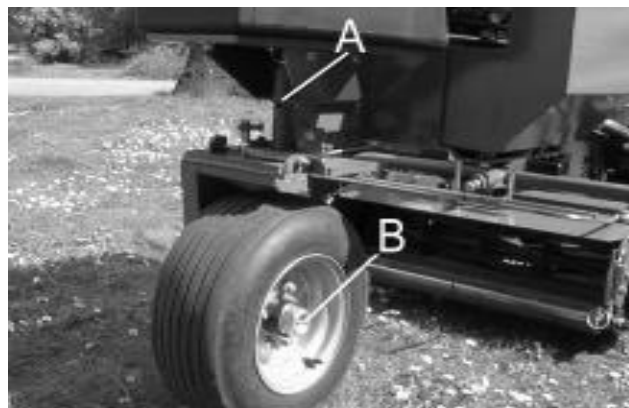

Fig.13
- (c) Hinterrad und Hinterraddrehung (A&B Abb.13). (Bei 3-Radtriebsmaschinen nur Hinterraddrehung).
- (c) Bakhjulet och bakhjulets pivå (A & B fig. 13).